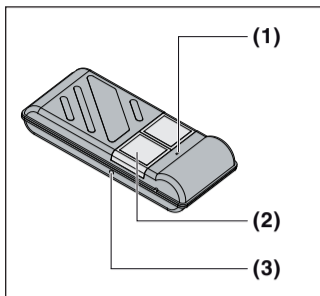

Fig. 1
4.2 Utiliser l'émetteur (fig. 1)
- ▶ Appuyer sur la touche (2) de l'émetteur. La fonction liée à cette touche (par exemple ouverture/fermeture de la porte) va s'exécuter.
2 Beschrijving van het toestel (fig.1)
4.2 De handzender gebruiken (fig. 1)
- ▶ Toets (2) van de handzender indrukken. De met de toets verbonden functie (bijv. deur open/dicht) wordt uitgevoerd.
2 Descripción del aparato (fig. 1)
4.2 Emplear el emisor manual (fig. 1)
- ▶ Presionar el pulsador (2) del emisor manual. La función ligada al pulsador (p. ej., abrir/cerrar puerta) se lleva a cabo.